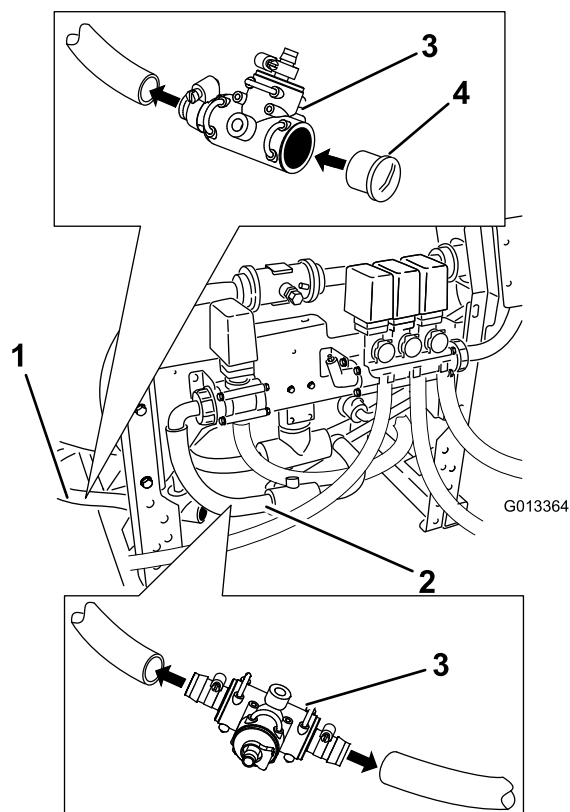

Figura 24
na extremidade oposta. Instale o encaixe dentado mais pequeno na parte superior (Figura 24). Prenda com retentores.
14. Deslize a braçadeira para a extremidade aberta do tubo de desvio. Utilizando sabão líquido no encaixe dentado, insira a ligação em T S53 na extremidade aberta do tubo de desvio (Figura 24). Prenda com a braçadeira.